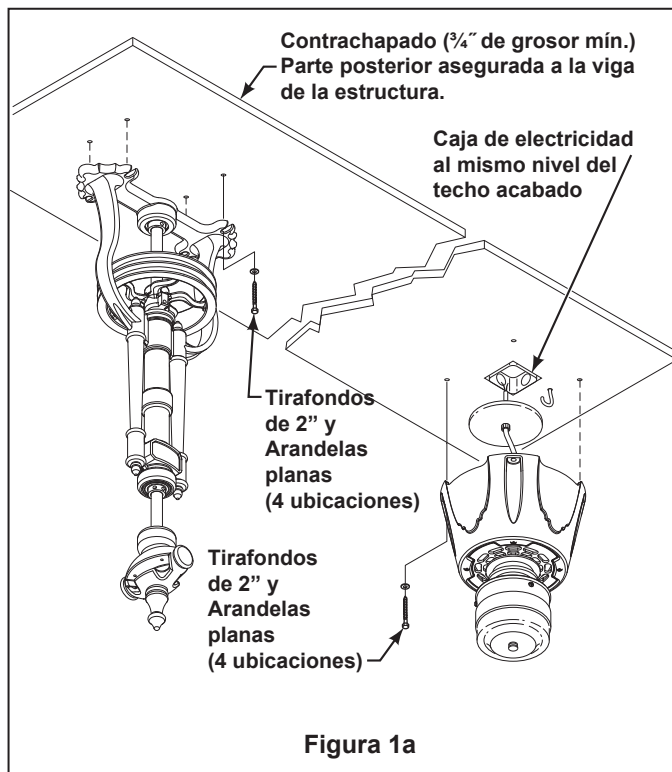

Figura 1a
Se recomienda que cada ventilador y el motor tiene el respaldo de madera contrachapada de  $\frac{3}{4}$ " asegurado a un elemento de la estructura de apoyo adecuada (Figura 1a). La unidad de motor no funcionará más de cuatro poleas / montajes de lámina.
1. En primer lugar, taladre los orificios guías de  $\frac{3}{16}$ " en la base de contrachapado o viga de sujeción para evitar que se raje o rompa. Instale la unidad de la polea en el techo con los 4 tirafondos y las arandelas planas. (Figura 1a)